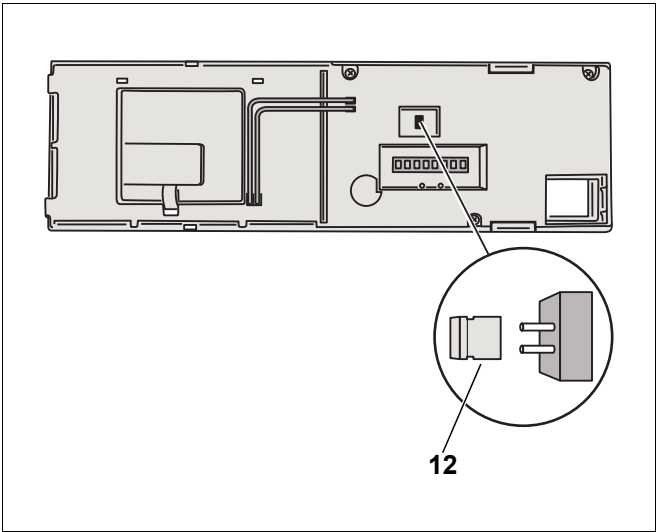

Рис. 15 Задняя сторона главного регулятора BC10
- Выньте переключку (→ рис. 15, [12]), если требуется ограничить мощность котла.